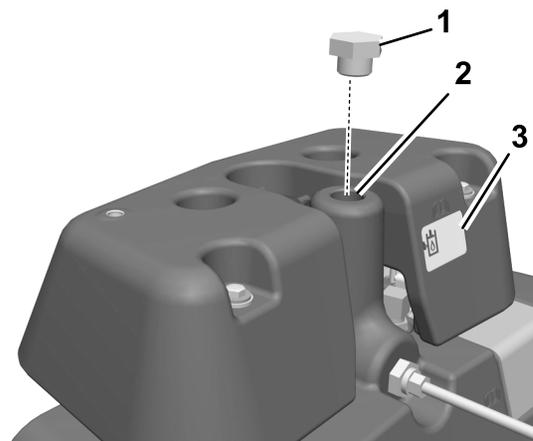

Figura 10
- Retire e elimine o respiro e ateste o depósito hidráulico principal com óleo hidráulico (Figura 10).
- Instale um budo em vez do respiro (Figura 10).